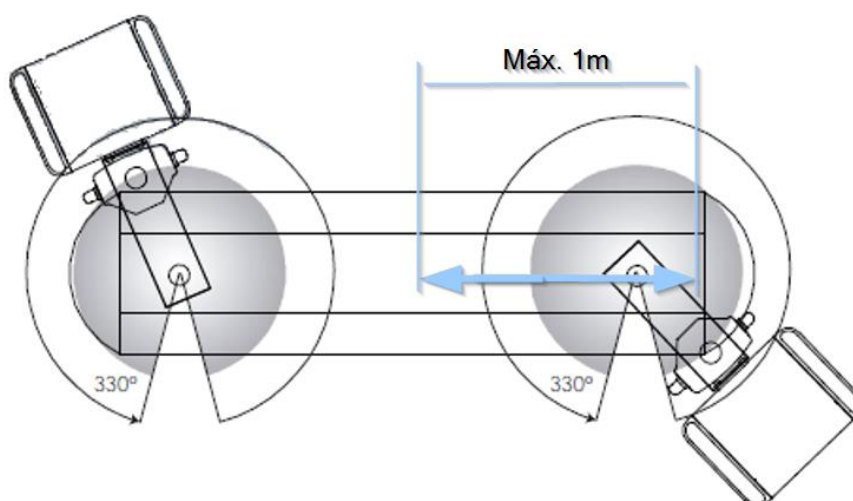

Fig.23 Réglage des fins de course. Course maximale
Par défaut, le système est livré avec les 2 butées ② et la vis de fixation ① prémontées comme indiqué dans la figure 23 du point 6.8.1.